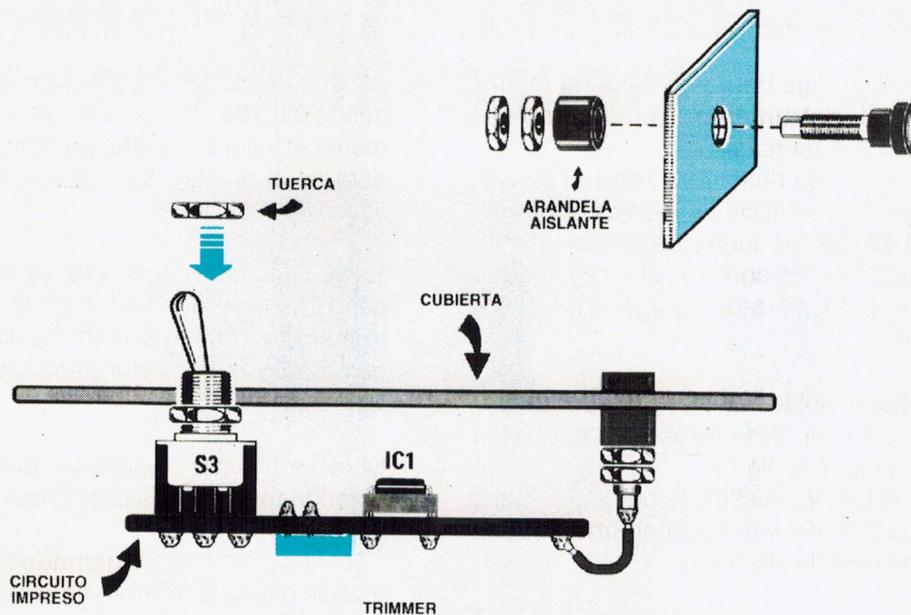

Fig.8 Antes de insertar las tres bornas E-B-C en los orificios del frontal, se deben desmontar insertando sus arandelas aislantes de atrás.
- Se desatornillan las dos **tuercas**, después se saca la **arandela de plástico**, se inserta el cuerpo de la bornas en el orificio del panel (ver fig.8) y por el interior se inserta la **arandela de plástico** y se fija todo con las dos tuercas. La